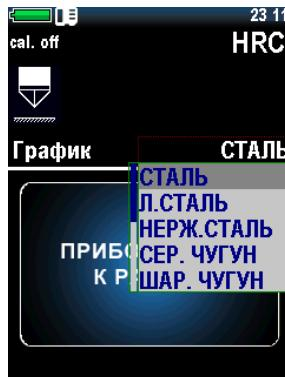

Рисунок 2.7 – Выбор материала
6. Выбрать нужный материал, из которого выполнен объект контроля, для чего нажатием клавиши «» открыть меню выбора (рис. 2.7), где клавишами «» и «» выбрать нужный материал (сталь, легированная сталь, нержавеющая сталь, серый чугун, высокопрочный чугун («ШАР. ЧУГУН»), алюминий, латунь, бронза, медь, пользовательский («ПОЛЬЗ. 1», «ПОЛЬЗ. 2»)).